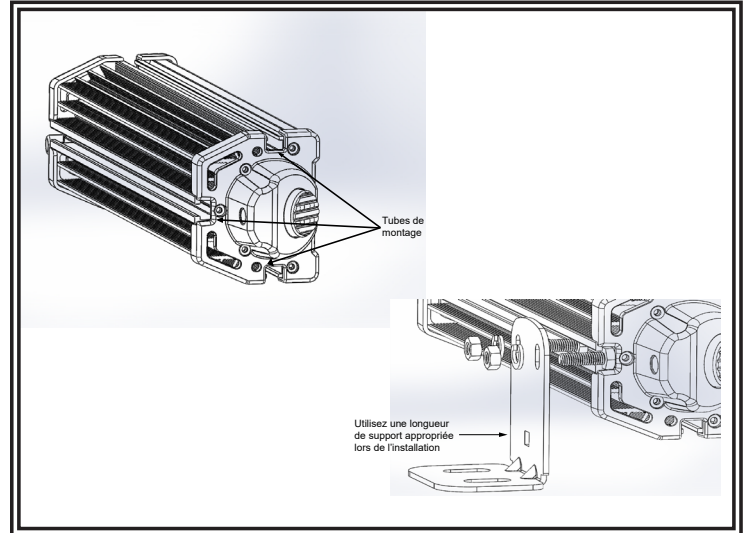

Figure 1
1. Insérez les boulons à tête hexagonale dans le tube qui répond le mieux la position de montage du produit et montez sans serrer le support sur le feu, comme illustré à la Figure 1.